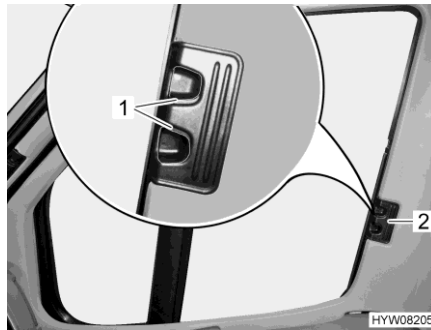

Bild 79 Plisségardin (förar-/passagerarfönster)
- Tryck in låshandtagen (Bild 79,1) och håll dem intryckta.
- Ta tag i handtaget (Bild 79,2) och dra plisségardinerna för förar-/och passagerarfönstret till den andra fönstersidan och fäst med magnetremmorna.
- Ta tag i handtaget (Bild 79,2) till plisségardinerna för förarfönstret och passagerarfönstret och skjut in dem så långt det går.
- Släpp låshandtagen (Bild 79,1) och låt dem haka fast.